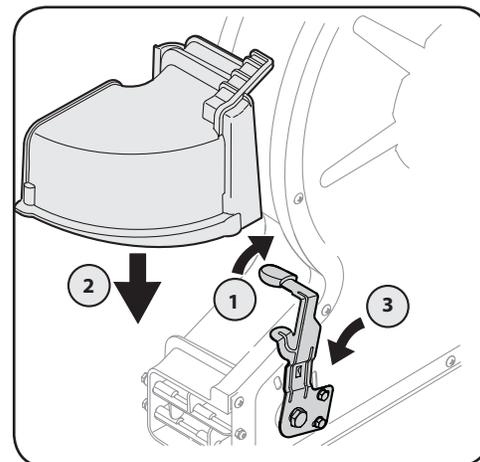

Figure 3-4
1. Faites pivoter le levier de direction du déflecteur d'éjection complètement vers la droite, à la position la plus haute. Voir (1) dans la Figure 3-4.
2. Faites glisser le déflecteur d'éjection vers le bas, sur l'ouverture. Voir (2) dans la Figure 3-4.
3. Faites pivoter le levier de direction à la position centrale pour verrouiller le déflecteur d'éjection. Voir (3) dans Figure 3-4.